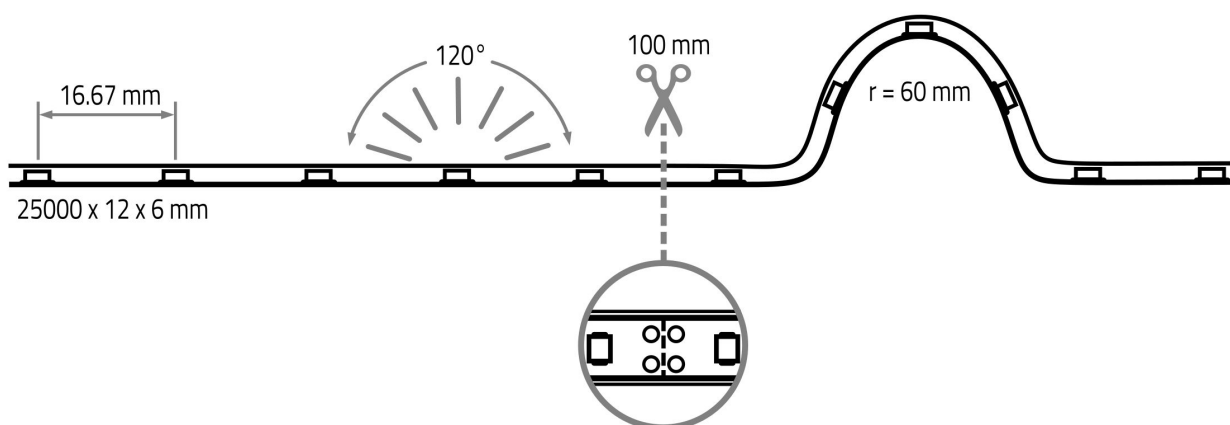

Bild 1
2. **VARDIFLEX** LED-Strip, falls erforderlich, kürzen (Bild 1).
VARDIFLEX LED-Strip kann jeweils nach **sechs LEDs (100 mm)** getrennt werden (Bild 1).